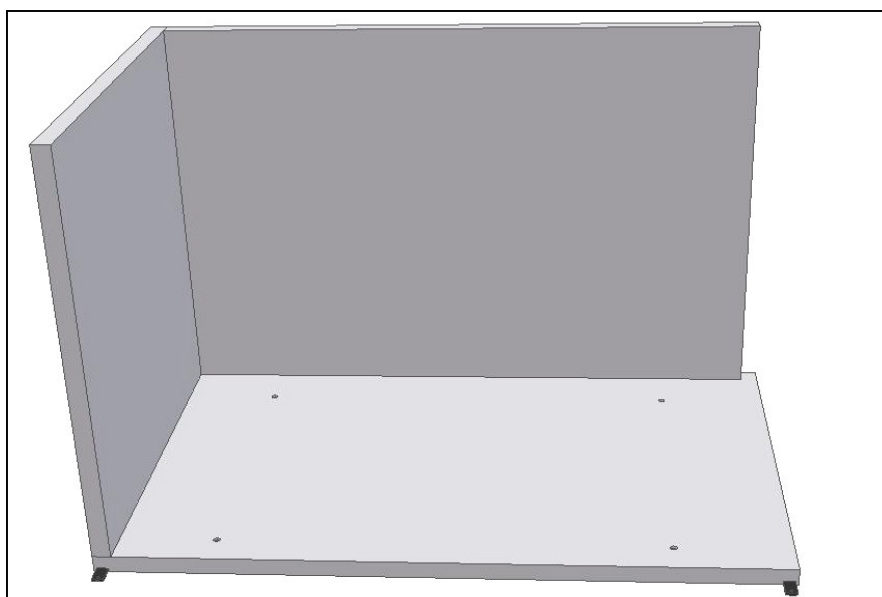

Fig. 4
- Encajar **el panel lateral izquierdo** sobre el panel del fondo y apretar sólo al fondo (Fig.4);